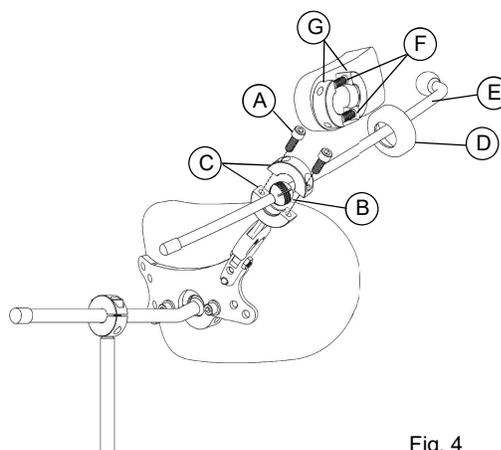

Fig. 4
5. Fare riferimento alla Fig. 4. Allentare i bulloni (Fig. 4, A), bloccare la sfera zigrinata (Fig. 4, B) tra le due metà del collare del supporto laterale per il volto (Fig. 4, C) e stringere i bulloni. Non stringere completamente le due metà del collare prima di avere adattato il supporto al cliente per consentire di eseguire una regolazione dell'asta con sfera di aggancio.
6. Fare scorrere il copricollare (Fig. 4, G) dal collare dell'imbottitura fino all'asta con sfera di aggancio curva (Fig. 4, E).
7. Allentare i bulloni del collare (Fig. 4, D). Per l'operazione di montaggio, è più facile allentare i bulloni del collare fino a consentire l'inserimento della sfera che staccare completamente le due parti del collare.
8. Bloccare le due metà del collare (Fig. 4, H) uniformemente sulla sfera (Fig. 4, F). Vedere pagina 13.
9. Fare scorrere il copricollare (Fig. 4, G) sul collare (Fig. 4, H).
6. Fare scorrere il copricollare (Fig. 4, D) dal collare dell'imbottitura fino all'asta con sfera di aggancio curva (Fig. 4, E).
7. Allentare i bulloni del collare (Fig. 4, F). Per l'operazione di montaggio, è più facile allentare i bulloni del collare fino a consentire l'inserimento della sfera che staccare completamente le due parti del collare.
8. Bloccare le due metà del collare (Fig. 4, G) uniformemente sulla sfera. Vedere pagina 13.
9. Fare scorrere il copricollare (Fig. 4, D) sul collare (Fig. 4, G).